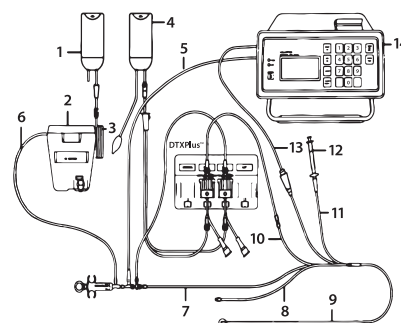

Figura 1. Assemblaggio del sistema a ciclo chiuso
ARTICOLI AGGIUNTIVI PER L'ALLESTIMENTO (VEDERE FIGURA 1)
12. Collegare l'alloggiamento del sensore di iniettato e il gruppo Critikit™ al lume pre-riempito per la PVC sul catetere PA (vedere la Figura 1). Fissare il sistema dell'iniettato per assicurare un movimento minimo dei collegamenti.
19. Collegare il cavo del sensore in linea (Modello SP4045 o altro cavo compatibile) all'alloggiamento del sensore dell'iniettato spingendo il gruppo delle molle nell'alloggiamento e stringendo (vedere la Figura 1).